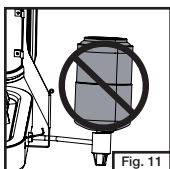

Fig. 11
- Ne faites jamais fonctionner le réchaud avec la bouteille de gaz sens dessus dessous. (Fig. 11)